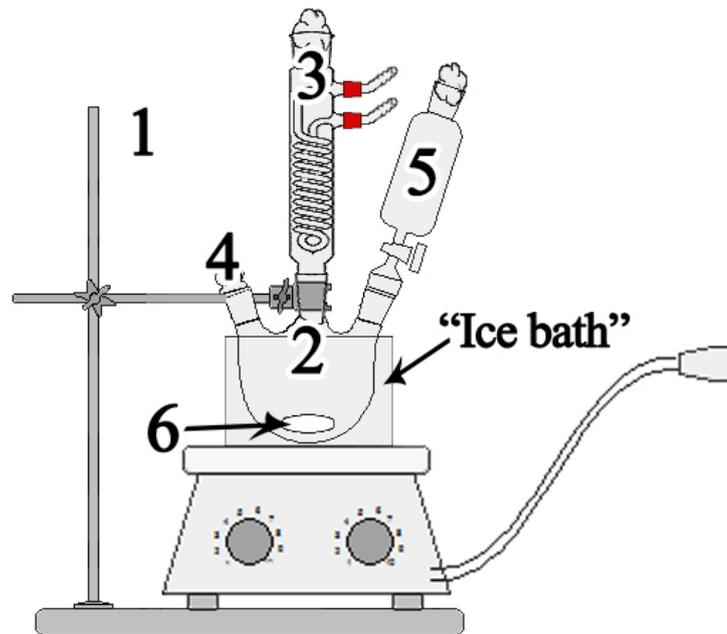
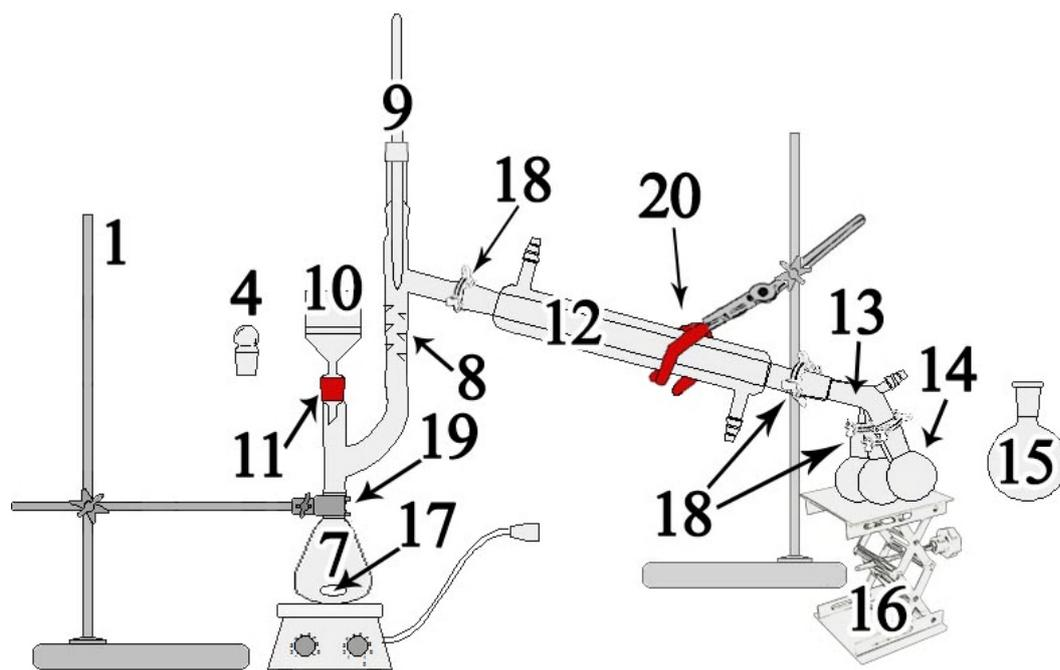

図1 合成のステップ1~4で使用する器具の組み方：
図2 合成のステップ5～10で使用する器具の組み方：
- この課題で用いる実験器具は図1および図2に示してある
ステップ1 三つ口フラスコをホットプレートスターラーの上にクランプで固定する (図1)。滴下漏斗と還流冷却管をそれぞれの口に取りつけ, 残った口から大きな磁気回転子 (これは実験課題2でも使う) をフラスコに入れる。還流冷却管に水を流すように実験室スタッフに依頼する (自分で勝手に水を流さないこと)。大きな漏斗 (プラスチック製) とスパチュラを使って NBS をすべてフラスコに移す。約 15 mL の四塩化炭素  $\text{CCl}_4$  を 25 mL のガラスのビーカーにとり, その約 2/3 を漏斗からフラスコに入れる。「触媒」を激しく振り, すぐに全てを先に使った漏斗からフラスコに加える。ビーカー中の残りの溶媒をフラスコに加える。プラスチック漏斗を外してガラス栓でフタをし, 氷浴 (Ice bath と書いてある容器を使う) に体積で 2/3 ほど氷水を入れ, フラスコを浸け, かき混ぜを始める。
**ステップ6** 図2に示すような蒸留装置を組み立てる。全てのスリ合わせにはテフロンスリーブ（スリ保護フィルム）を使い，クリップで外れないように固定する。まず最初は2つの10 mLのフラスコと50 mLのフラスコを受器として使い，三つ又蒸留アダプターに接続する。続いてアダプターに真空ホースを接続し，組み立てを完了させる。蒸留装置は蒸留フラスコがホットプレートスターラーの上に高さが合うように固定する。受器を支えるのに可動式のラボジャッキを用いよ。